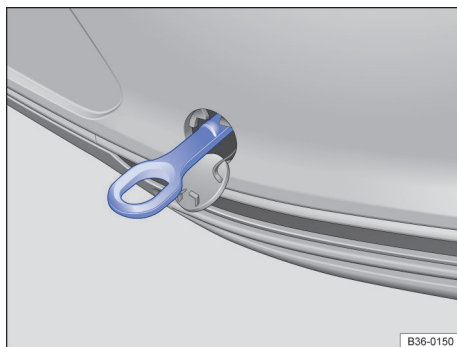

Fig. 235 No para-choque traseiro à direita: argola de reboque rosqueada.
- Rosquear a argola de reboque tão firme quanto possível **no sentido anti-horário** no alojamento → Fig. 235 → ⚠. Utilizar um objeto apropriado com o qual a argola de reboque possa ser rosqueada totalmente e com firmeza no alojamento.